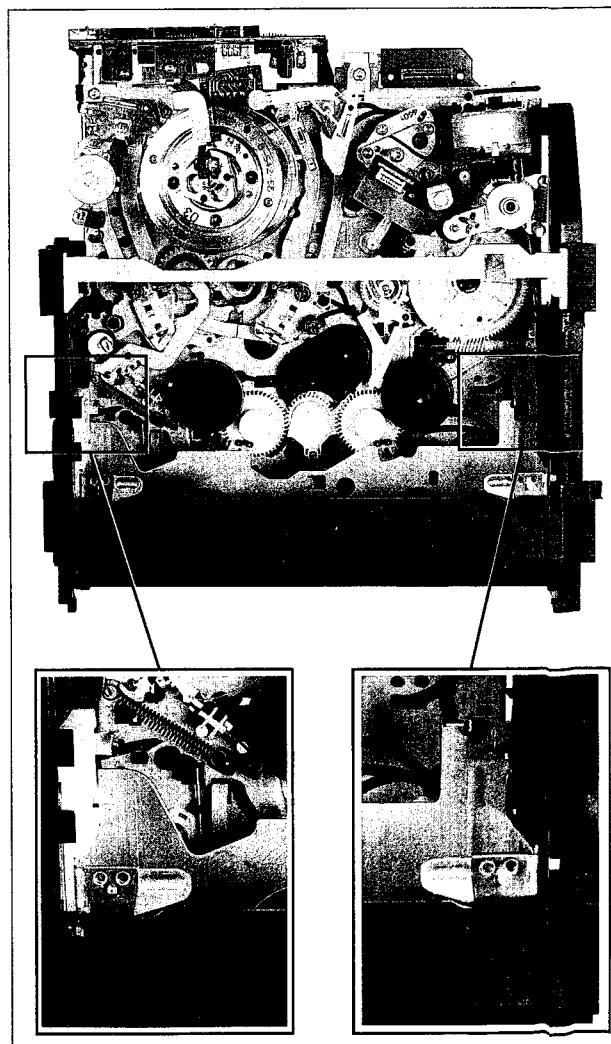

Abb. 1-11
3. Loading pulley gegen den Uhrzeigersinn (von vorne gesehen) drehen, bis der Lift von der rechten Sicherheitsverriegelung blockiert wird (Abb. 1-11).
4. Hebel nach vorne drücken, um die Verriegelung zu lösen (Abb. 1-11).
5. Loading pulley gegen den Uhrzeigersinn (von vorne gesehen) drehen, bis der Lift von der linken Sicherheitsverriegelung blockiert wird (Abb. 1-11).
6. Hebel nach unten drücken, um diese Verriegelung zu lösen (Abb. 1-11).